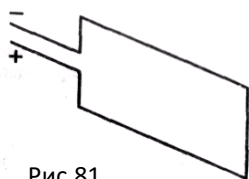

Рис.81
20. Определить направление и графически изобразить линии индукции магнитного поля тока, текущего по рамке (рис. 81).